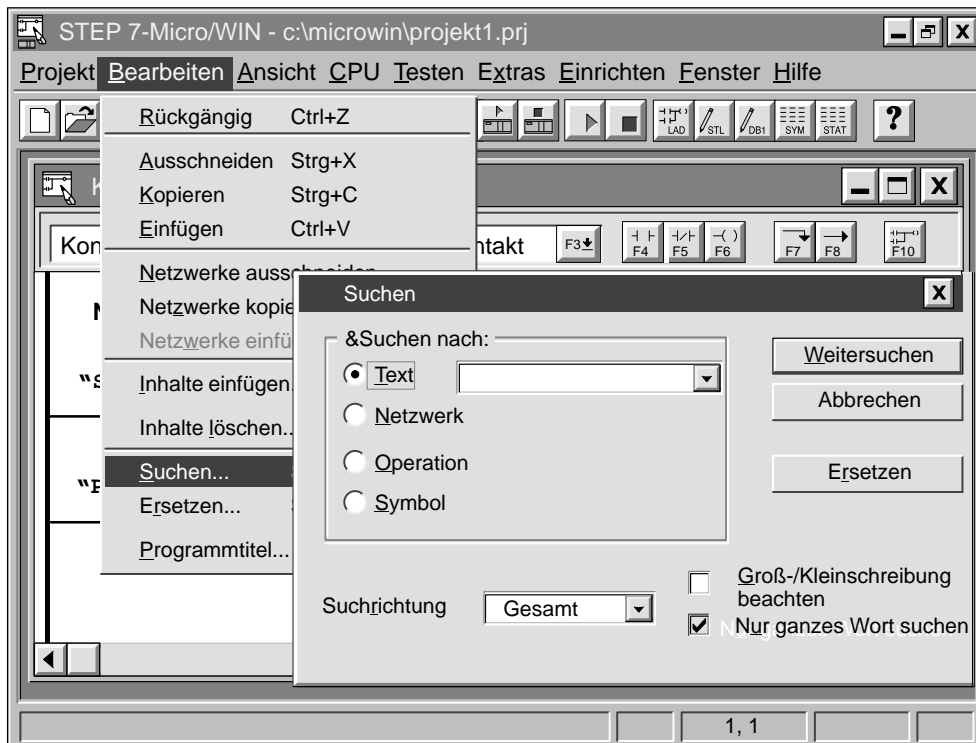

Bild 5-21 Dialogfeld "Suchen"
Mit der Suchfunktion können Sie nach einem bestimmten Parameter suchen und mit der Funktion Ersetzen können Sie diesen Parameter durch einen anderen ersetzen (siehe Bild 5-21).
1. Wählen Sie den Menübefehl **Bearbeiten ► Suchen....** Bild 5-21 zeigt das Dialogfeld "Suchen".